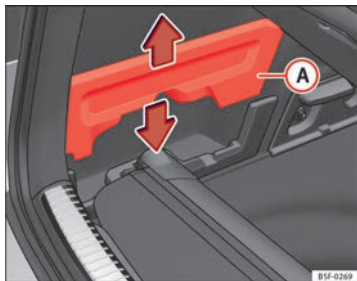

Fig. 96 En el maletero: alojamiento para guardar la bandeja portaobjetos.
- Extraiga las tapas ⇒ fig. 96 **A** izquierda y derecha.